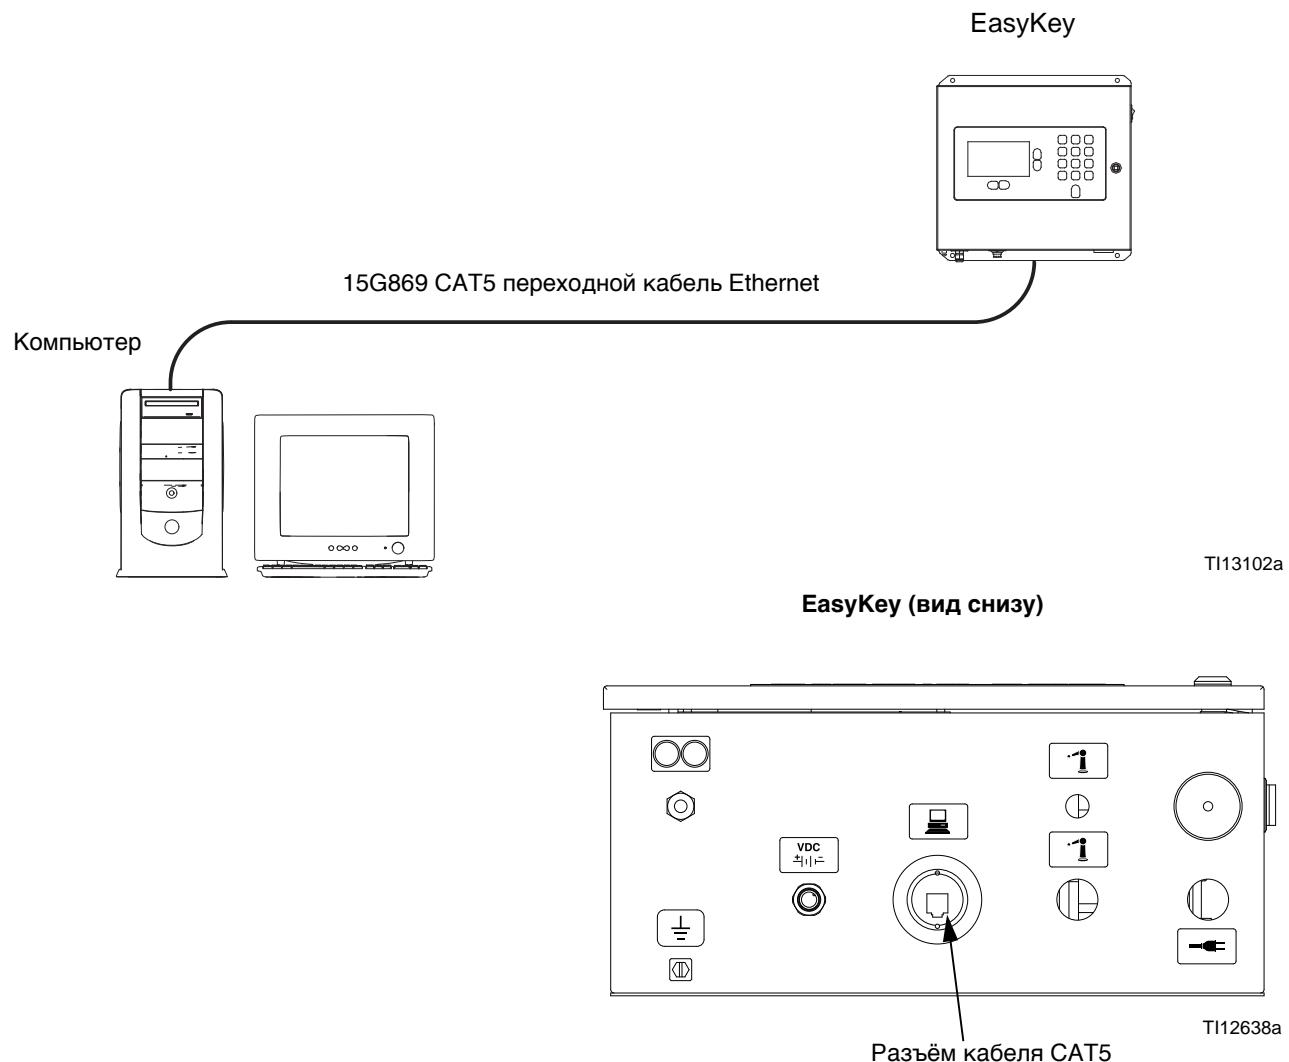

Рис. 7. Подключение основного веб-интерфейса ProMix 2KS/3KS
2. После установки прикладного интерфейса ProMix подключите компьютер к EasyKey напрямую с помощью кроссоверного кабеля 15G869 CAT5 Ethernet, входящего в комплект EasyKey. См. Рис. 7.
От главного экрана BWI (см. Рис. 7) оператор, может выбрать Установку, Программное обеспечение/Сбросы, или Отчеты.